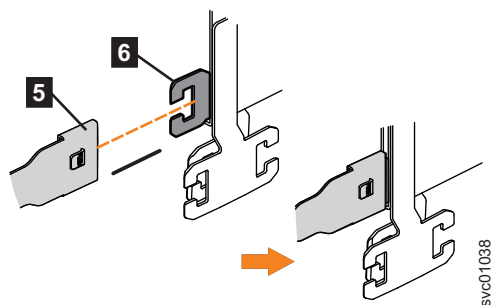

Abbildung 66. Halteschienenanschluss der oberen Kabelträgerbaugruppe an rechter Halteschiene anbringen
4. Bringen Sie den Halteschienenanschluss der oberen Kabelträgerbaugruppe ( **5** ) an der Anschlussbasis der rechten Halteschiene ( **6** ) an (siehe Abb. 66).